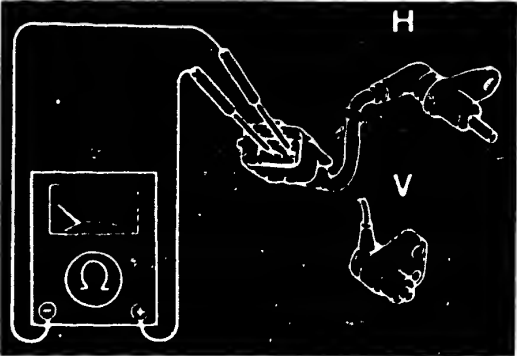

Bild 20 Das Messen des Widerstandes der Radsensoren.
b) Widerstandsmessung: Am getrennten Stecker (Bild 20) ist der Widerstand des Gebers mit einem Ohmmeter zu messen. Entspricht dieser nicht dem Sollwert von 800...1200Ω, ist der Geber zu ersetzen.